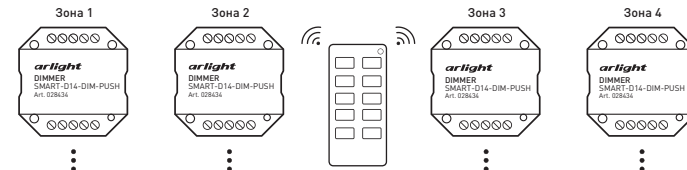

Рисунок 6. Вариант построения системы с 4-зонным пультом дистанционного управления
- 3.11. При использовании многозонных пультов ДУ или панелей можно построить разветвленную систему управления (рисунок 6).